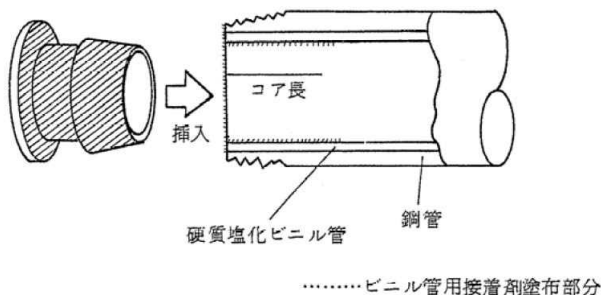

図 3.8.7 防食コアの施工（ビニルライニング鋼管）
② ビニルライニング鋼管
- イ) 施工の標準は、図 3.8.7のとおりとする。